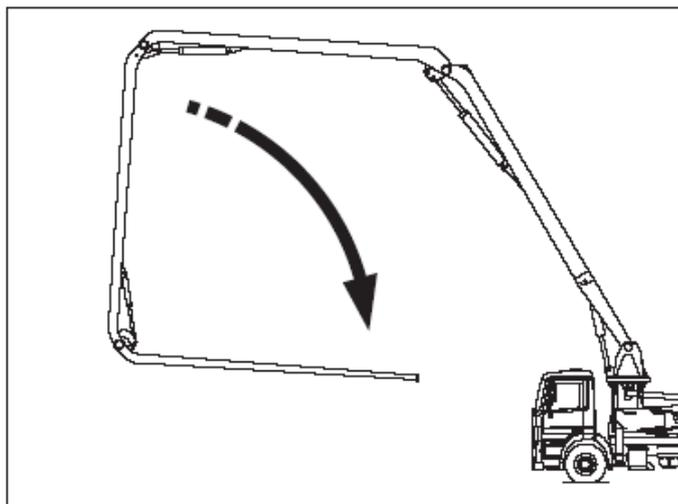

Рис. 7.16
- С помощью рычага 1 выпускают плечо D на 90° к плечу С (см. рисунок 7.16).